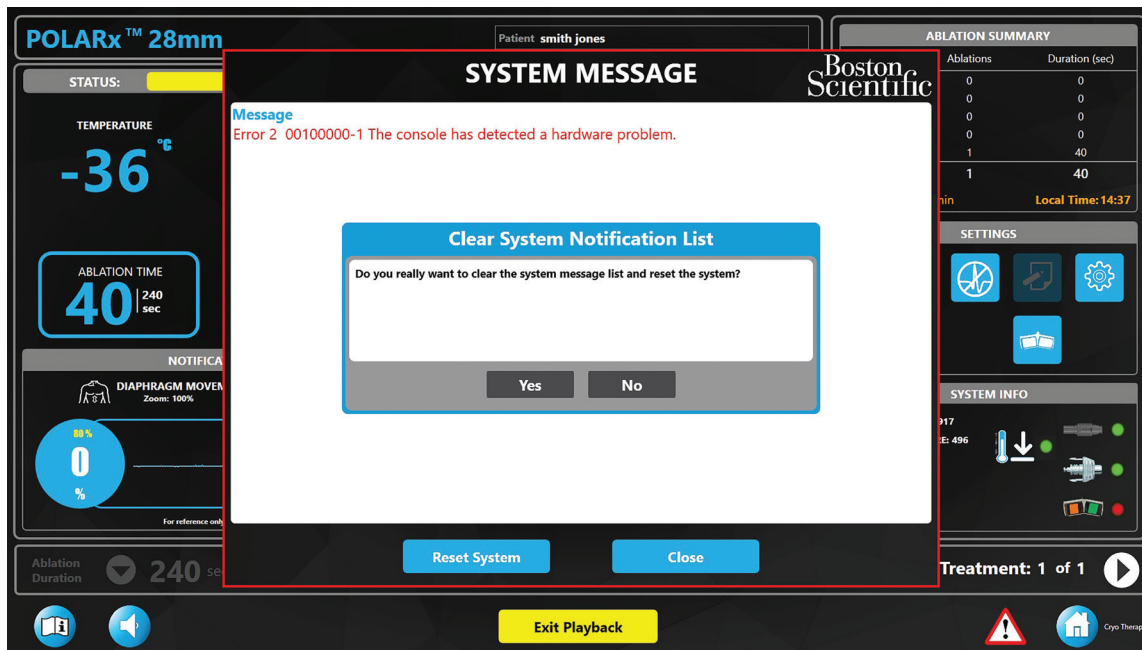

Figure 22. Effacer la fenêtre de la liste des notifications du système
- Appuyer sur le bouton **Reset System** (Réinitialiser le système) pour effacer tous les messages actifs (voir Figure 22).